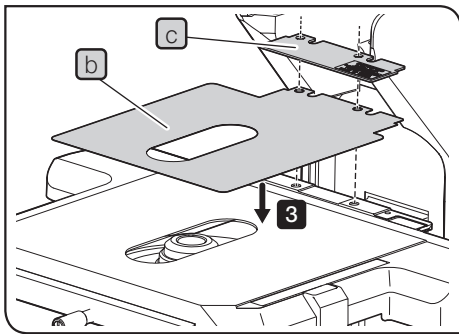

Fig. 52
8 Ligar o adaptador AC (fig. 52)
(fig. 52)
- Certifique-se de que o interruptor principal está na posição “O” (Desligado) antes de ligar o cabo de alimentação (fig. 52).